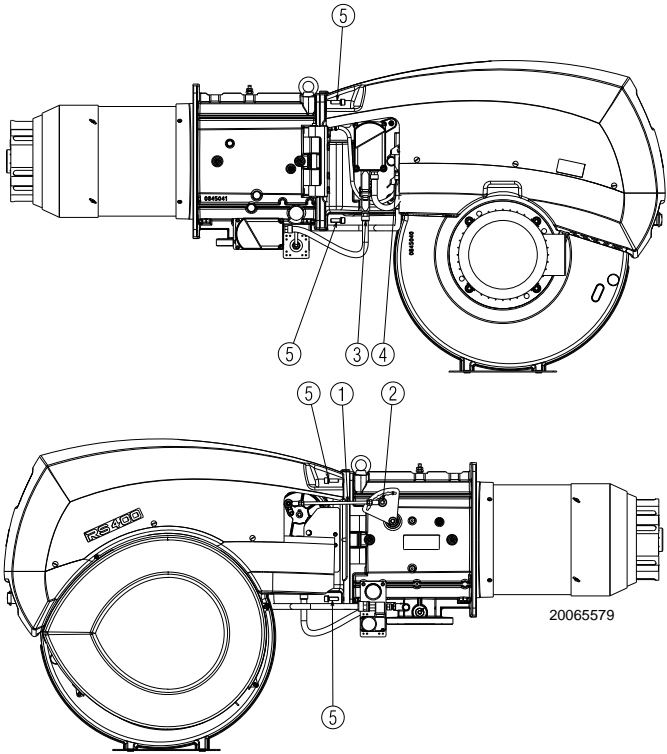

图 32
- 拧松螺母 2)，取下调整燃烧头的连杆 1)(图 32)。